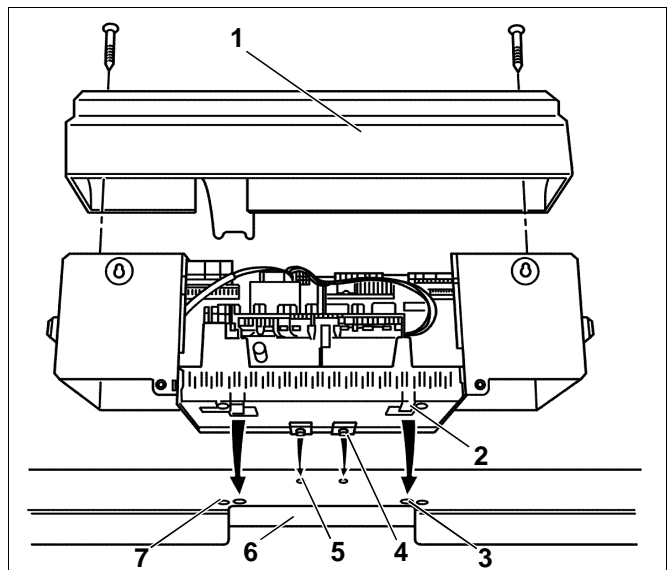
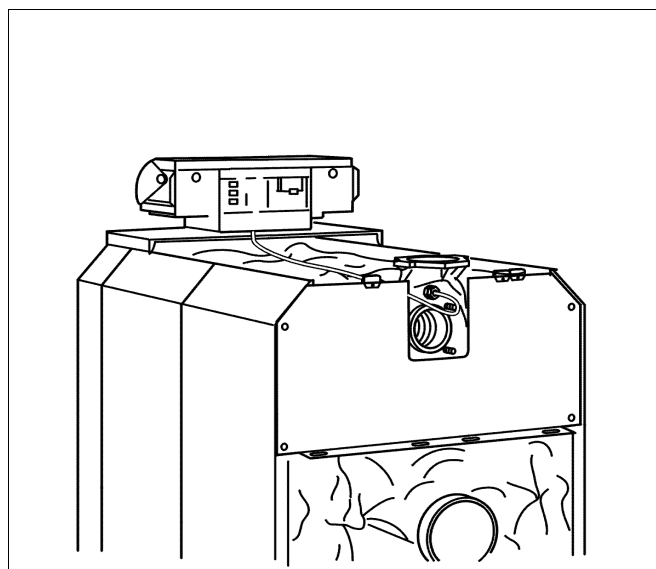

Fig. 58 Montaggio dell'apparecchio di regolazione
Fig. 63 Caldaia con apparecchio di regolazione montato
Nella fig. 58, l'apparecchio e il pannello di copertura anteriore „A“ sono rappresentati visti dal dietro.
- Allentare le due viti della copertura della morsetteria (fig. 58, **pos. 1**). Togliere la copertura della morsetteria sollevandola.
- Applicare l'apparecchio di regolazione in modo che i ganci d'inserimento (fig. 58, **pos. 4**) s'introducano nei fori ovali del pannello di copertura anteriore (fig. 58, **Pos. 5**). Tirare l'apparecchio in avanti e di seguito ribaltarlo all'indietro. I ganci elastici (fig. 58, **pos. 2**) devono scattare in posizione dietro, nelle aperture rettangolari del pannello di copertura anteriore della caldaia (fig. 58, **pos. 3**).
- Avvitare la basetta dell'apparecchio di regolazione, a sinistra e destra del passaggio per i cavi (fig. 58, **pos. 6**), sul pannello di copertura anteriore della caldaia, con due viti autofilettanti (fig. 58, **pos. 7**).
- Riavvitare la copertura della morsettiera (fig. 58, **pos. 1**) alla basetta dell'apparecchio di regolazione con due viti autofilettanti (fig. 63).